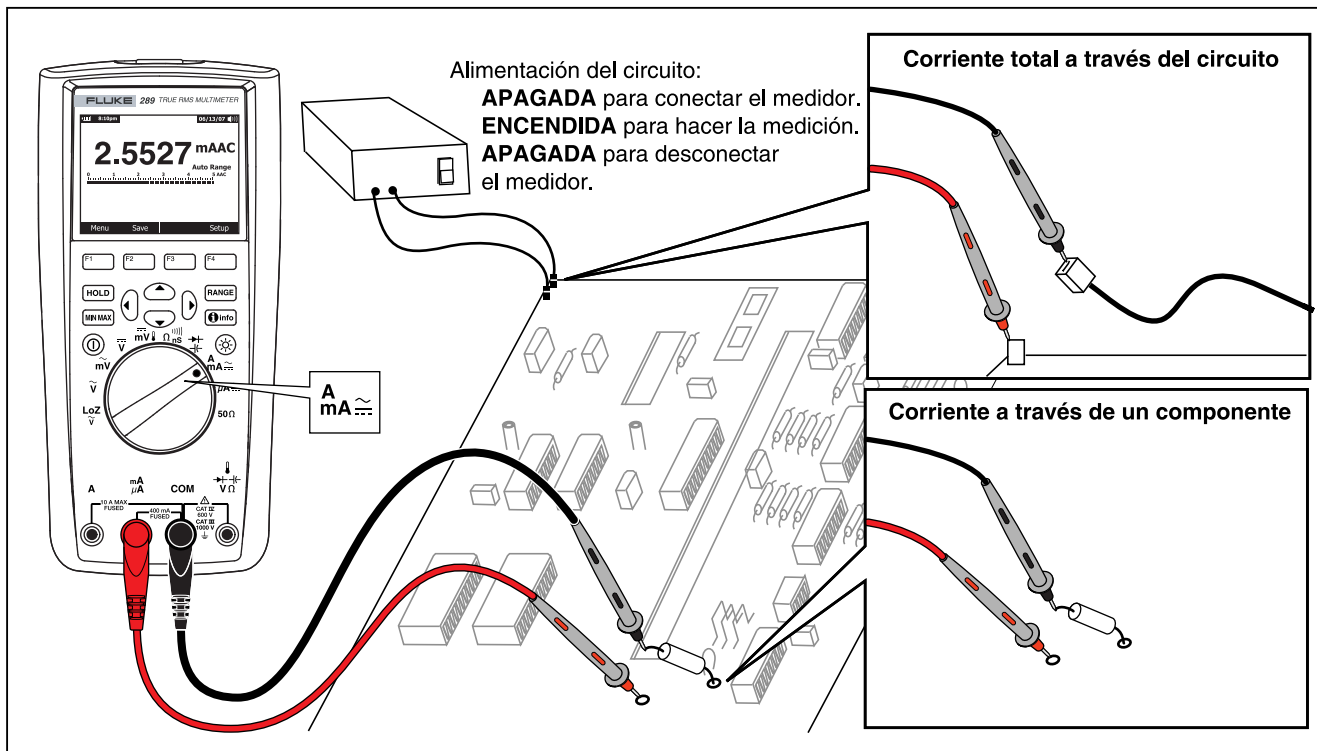

Figura 22. Conexión del circuito de medición de corriente
4. Tal como se muestra en la figura 22, abra el camino del circuito a comprobar. Toque la sonda roja al lado más positivo de la interrupción; toque la sonda negra al lado más negativo de la interrupción. La inversión de los conductores producirá una lectura negativa, pero no causará daños al multímetro.